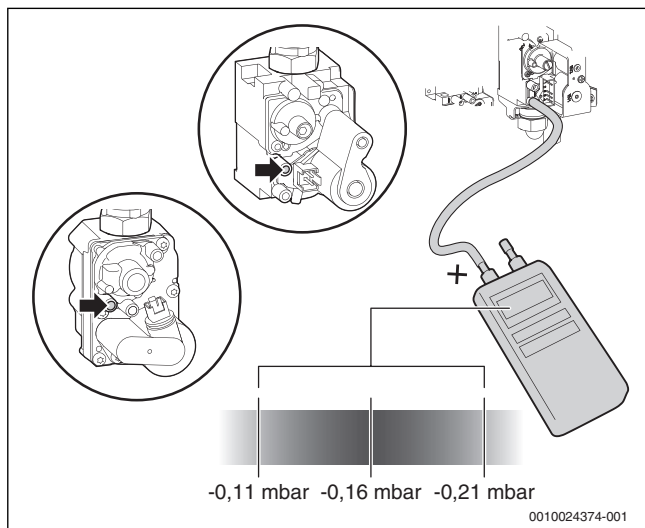

Fig. 36 Măsurarea presiunii diferențiale
- Măsurați presiunea diferențială a vanei de gaz (→ Fig. 36). Presiunea diferențială optimă este de -0,16 mbar.